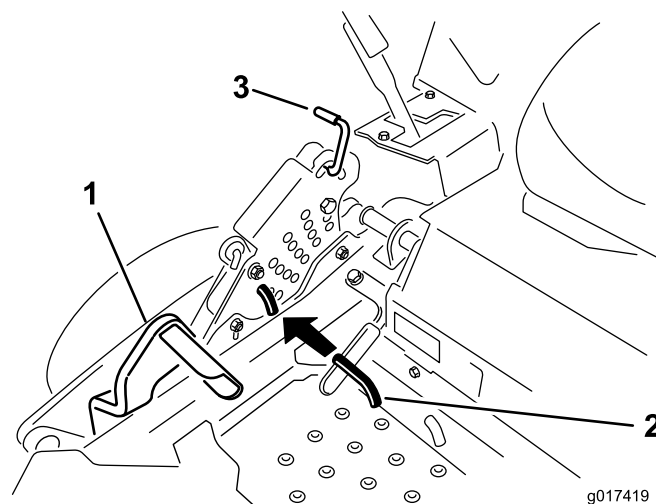

Figura 25
2. Premete il pedale di sollevamento del piatto e sollevate il piatto di taglio in posizione di trasporto (oltre la posizione dell'altezza di taglio di 14 cm) (Figura 25).
3. Per regolare, ruotate il perno di 90 gradi e togliete il perno dalla staffa dell'altezza di taglio (Figura 25).
4. Nella staffa dell'altezza di taglio scegliete un foro corrispondente all'altezza richiesta, ed inserite il perno (Figura 25).